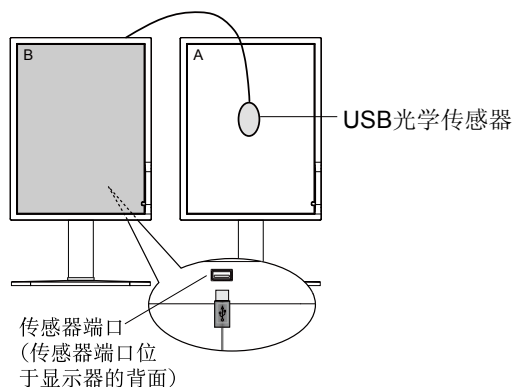

图 C.1
1. 要显示 CALIBRATION（校准）菜单，将 USB 光学传感器插入传感器端口（图 C.1）或选择高级菜单（第 19 页）中的 STAND ALONE CALIBRATION（独立校准）。
5. 该程序会请求将 USB 光学传感器放置在显示 A 面板的中心（图 C.4）。将显示面板后倾 5° 左右并将 USB 光学传感器放置在显示面板的中心（图 C.1）。